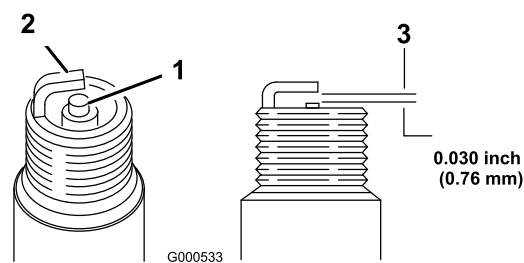

Figure 51
1. Examinez le centre des bougies (Figure 51).
2. Contrôlez l'écartement entre les électrodes centrale et latérale (Figure 51) et pliez l'électrode latérale si l'écartement est incorrect.